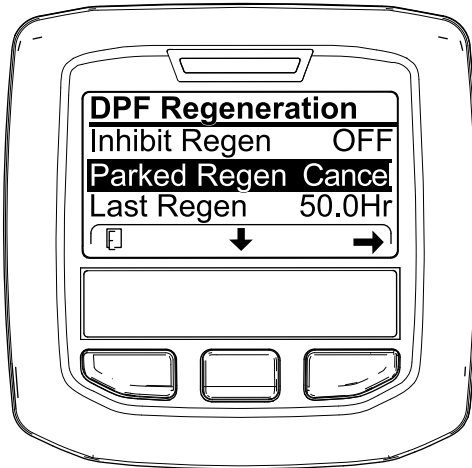
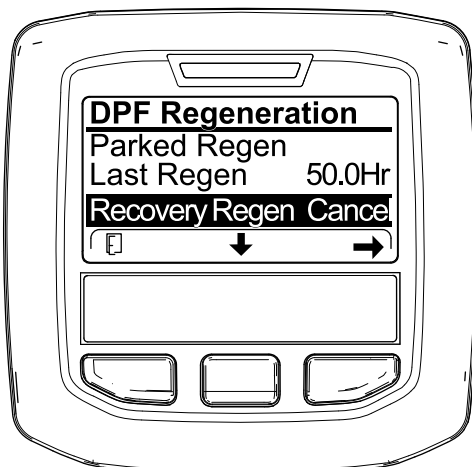

Figure 71
Figure 72
1. Ouvrez le menu DPF Regeneration (régénération du FAP) (Figure 71).
2. Appuyez sur le bouton central pour naviguer jusqu'à l'option PARKED REGEN CANCEL (Figure 71) ou RECOVERY REGEN CANCEL (Figure 72).
3. Appuyez sur le bouton droit pour sélectionner l'option Regen Cancel (annulation de régénération) (Figure 71 ou Figure 72).